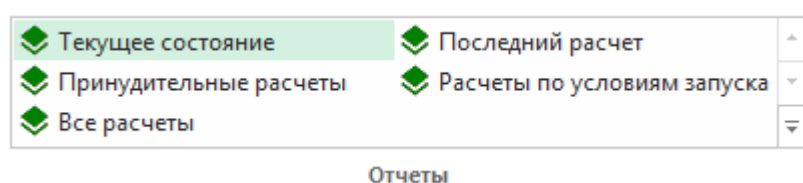

рис. 7.26 Панель управления. Вкладка Отчеты
- на закладке **Отчеты** на **Панели управления** (рис. 7.26);